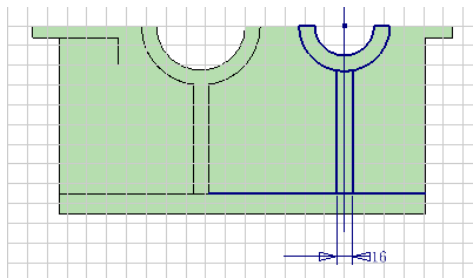

图 9-32 绘制拉伸草图
①选择另外一个凸台的外表面新建草图, 进入草图环境中后, 选择【直线】工具, 绘制如图 9-32 所示的几何图形, 并选择【尺寸】工具标注尺寸并修改尺寸值。